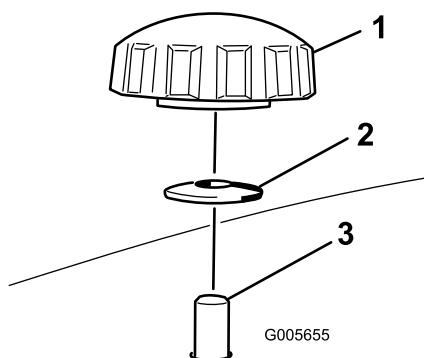
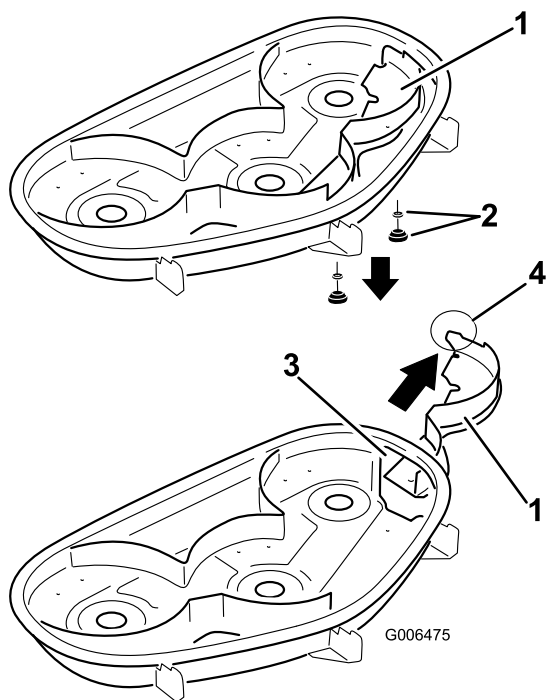

Figure 31
Figure 32
4. Déposez les 2 boutons et rondelles bombées qui fixent le déflecteur droit au plateau de coupe, comme illustré à la Figure 31.
5. Déposez le déflecteur droit et abaissez le déflecteur d'herbe sur l'ouverture d'éjection, comme illustré aux Figure 32 et Figure 31.
5. Insérez le déflecteur droit sous le plateau de coupe et fixez-le en place avec 2 boutons et rondelles bombées (côté bombé face au plateau de coupe) comme illustré aux Figure 31 et Figure 32.